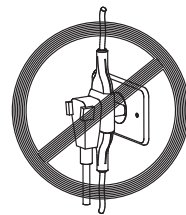

Fig. 34
- Em hipótese alguma, conectar outros aparelhos na mesma tomada. [Fig. 34].